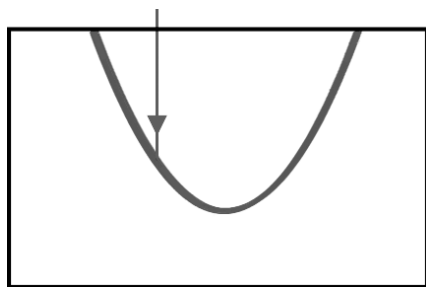

図3 放物線の面に向けレーザー光を当てる図
- (4)水槽の中に(2)で用意したものを入れ、ミラーシートに向けて鉛直方向でレーザーポインターを照射し、光の軌跡を観察します。(図 3)